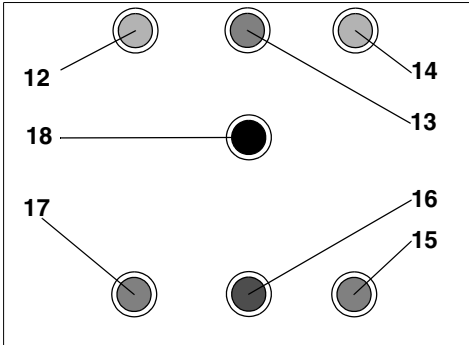

Abb. 6: Kontrollleuchten
- Die Regenerierstation muss sich in der Betriebsstellung befinden (Kontrollleuchte Regeneration (15) ist aus; Die Kontrollleuchten Netz (13) und Betriebsstellung (17) leuchten). Regeneration durch Drücken der Regenerationsauslösung (18) starten (siehe Abb. 6). Die Kontrollleuchten Regeneration (15) und Netz (13) leuchten, gleichzeitig blinkt die Kontrollleuchte Umschaltung (14) im Takt des Stellantriebes. Nach ca. 39 Antriebstakten ist die Besatzungsstellung erreicht. Die Kontrollleuchte Umschaltung (14) erlischt und Sole wird angesaugt.
- Danach blinkt die Kontrollleuchte Umschaltung (14) wieder im Takt des Stellantriebes. Der frisch regenerierte Harzbehälter wird 2 mal gespült: Rückspülen und Erstfiltrat.